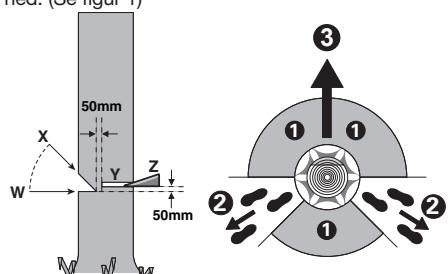

Bild 1
Flyktvägen bör gå bakåt och diagonalt relativt den bakre delen av den förväntade fallriktningen, så som visas på bild 1.
Gör skärans till 1/3 djup av trädets diameter, vinkelrätt mot fallriktningen, så som visas på bild 1. Såga först det under vågräta riktskäret (W). Härvid undviks inklemning av sågkedja eller styrskena vid sågning av övre riktskär (X).
Gör fällskäret minst 50 mm högre än det horisontella riktskäret (Y), så som visas på bild 1. Fällskäret bör vara parallellt med riktskäret. Gör fällskäret endast så djupt att en brytmåne blir kvar (brytlist) som fungerar som ett gångjärn. Brytmånen hindrar trädet från att vrida sig och falla i fel riktning. Såga inte av brytmånen.